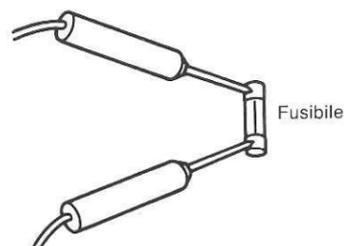

Fig. 6
- Verifica della continuità del fusibile con il tester. (fig. 6).